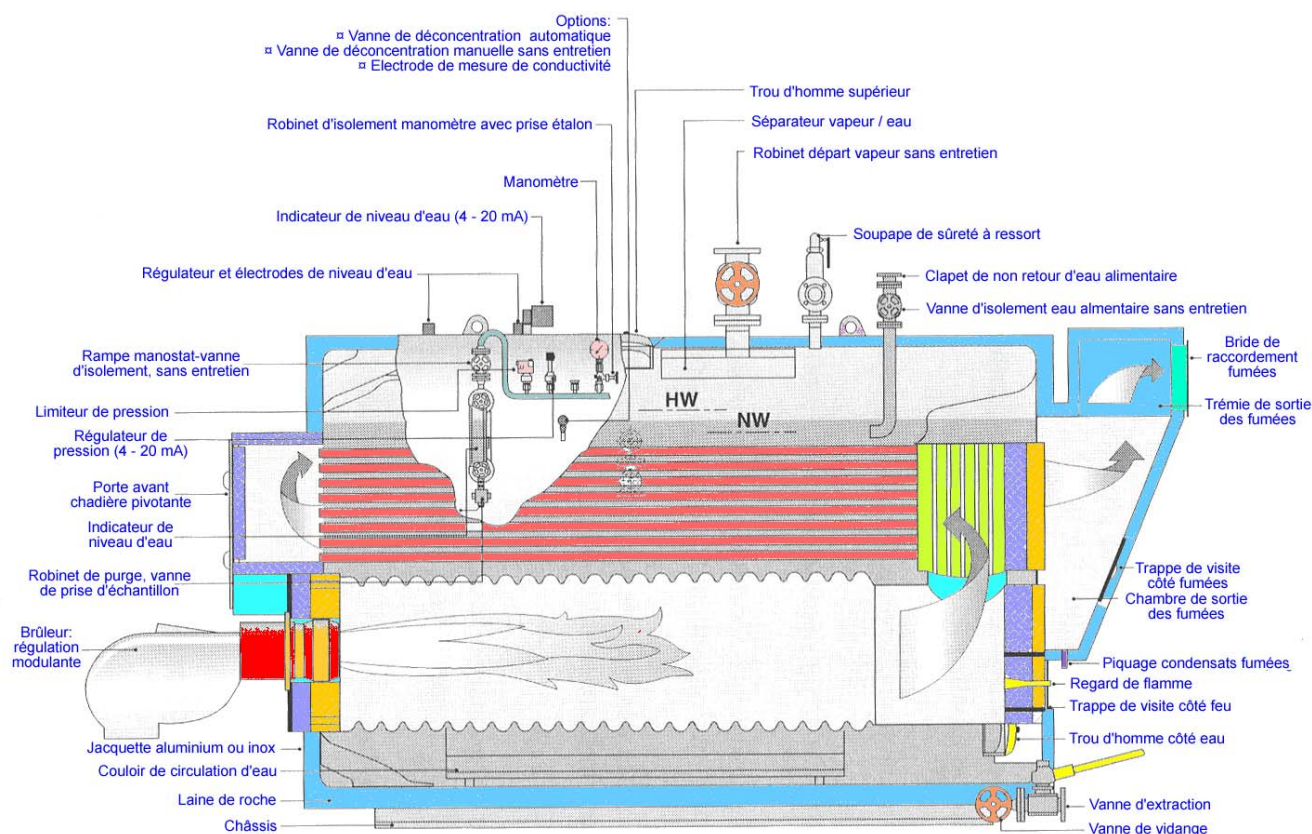

Figure 2: Schéma d'un générateur à tubes de fumées
- ⊕ **Générateurs de faible puissance** (70 à 1400 kW ou vaporisation de 100 à 2000 kg/h) : dans cette gamme se trouve le plus souvent des générateurs à vaporisation instantanée (comme fig 2) mais aussi des générateurs à tuyau d'eau multitubulaire ou à tubes de fumée.